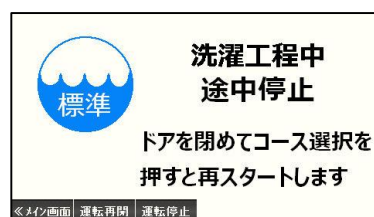

図7-4
- ・エラー発生時に途中停止状態になります。(図7-4)
- ・エラーが発生した場合、エラーの解除を行うと図7-4の画面に切り替わります。この画面の状態、任意のコース選択スイッチを押すことで、エラー発生前に行っていたコースの工程に戻ることができます。
途中停止した場合、画面下部にある「**運転停止**」を押すことで、本機を完全停止できます。(図7-4)